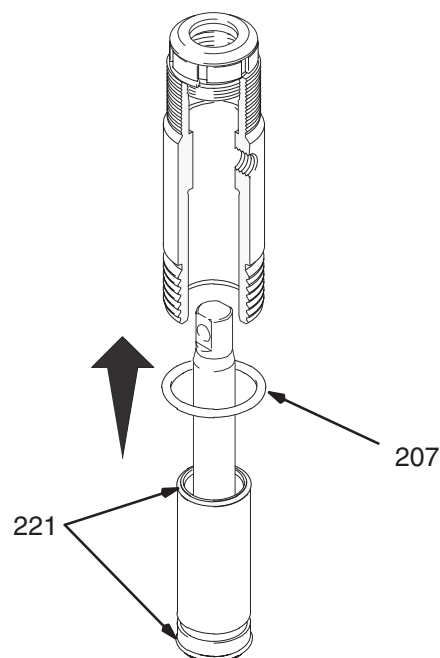

Fig. 17
Fig. 17. Ingrassare gli anelli di tenuta (221) e metterli sulla camicia. Far scorrere il gruppo della camicia/asta del pistone sulla parte inferiore del cilindro. Sostituire l'anello di tenuta (207) se si desidera.